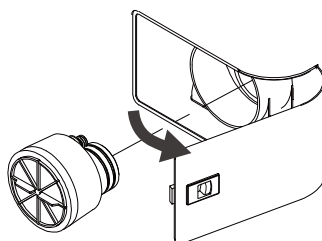

Figura 37 Remover e Substituir o Filtro
2. Pressione um dos três botões de ciclo de lavagem cronometrado do mostrador de controlo principal (Figura 37) ou do mostrador de controlo secundário (Figura 38) e toque o botão INICIAR para iniciar o ciclo seleccionado. Consulte Opções de Ciclo de Lavagem. Se nenhuma opção é seleccionada, o ciclo de lavagem padrão irá funcionar.